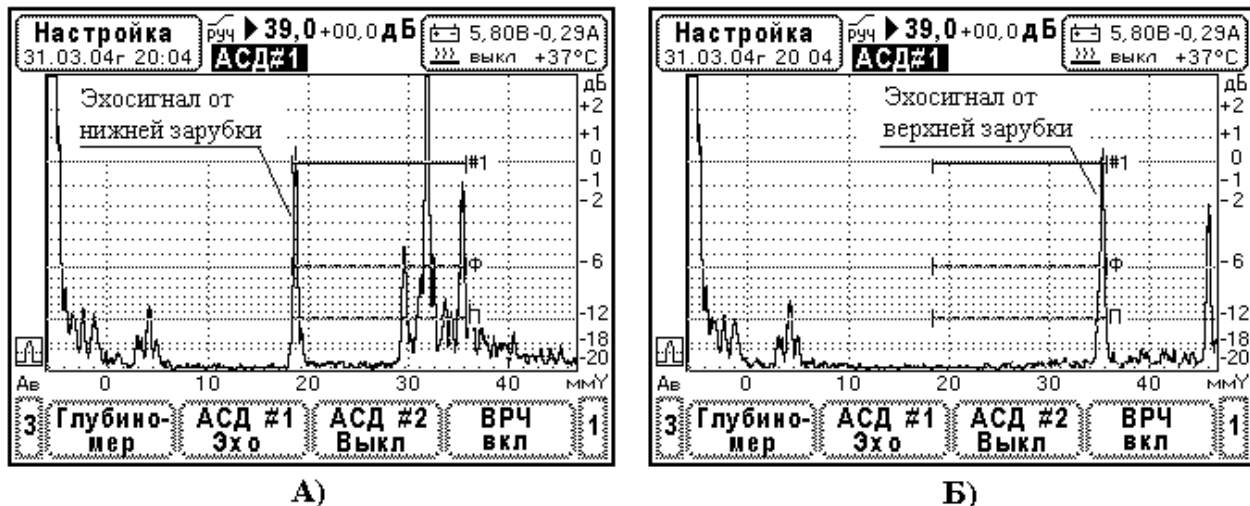

Рис. 9.4.13.4. Проверка настройки ВРЧ в стиле «Ручной».
4. Выберите точку ВРЧ 03. Переместите ее в конец развертки и установите усиление в ней такое же, как у точки ВРЧ 02 – Рис. 9.4.13.3.В.
Последняя операция выполняется для удобства наблюдения эхосигналов в сварном шве. Формально, достаточно провести выравнивание амплитуд в пределах строба АСД#1, т.е. от эхосигнала нижней зарубки до эхосигнала верхней зарубки. Однако, в процессе сканирования эхосигналы перемещаются по развертке, т.к. ПЭП имеет некоторую диаграмму направленности ультразвукового поля. Заметим, что на этапе 3 настройки усиление неравномерно вблизи эхосигнала от верхней зарубки (Рис. 9.4.13.3.Б). Если оставить настройку в таком виде, трудно будет находить максимум эхосигнала от дефекта в конце строба АСД#1.
После настройки рекомендуется проверить работу системы ВРЧ. Отмените выбор системы ВРЧ кнопкой F1 – F4, расположенной под элементом главного меню. На экране прибора будет отображаться строб АСД#1. Найдите максимум эхосигнала от нижней и затем от верхней зарубки в СОП. Эхосигналы должны располагаться, как показано на Рис. 9.4.13.4.